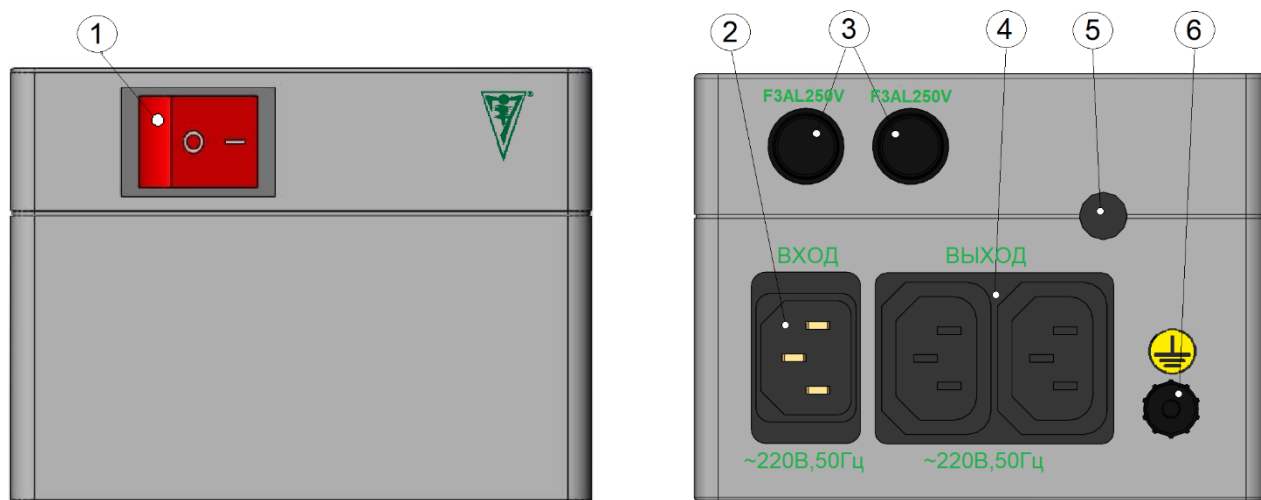

Рисунок 4 – Блок трансформации
5.2.3 Для исключения поражения электростатическим разрядом при работе прибора заземляющий провод желто-зеленого цвета, должен быть с одного конца присоединен к нижней части тележки (при ее наличии), а другой конец провода должен быть закреплен на выводе 5 на БТ (рисунок 4).
5.2.4 В случае возникновения опасной ситуации необходимо отключить прибор от питающей сети, нажав на кнопку 1 выключения БТ (при наличии БТ в комплекте) и выдернув кабель с кольцом красного цвета из разъема 2 ВХОД (рисунок 4).